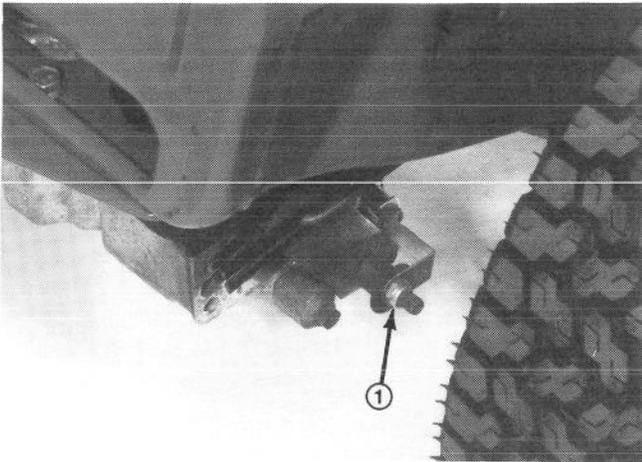

Abbildung 29
2. Die Kontermutter – Umdrehung im Uhrzeigersinn drehen (Abb. 29).